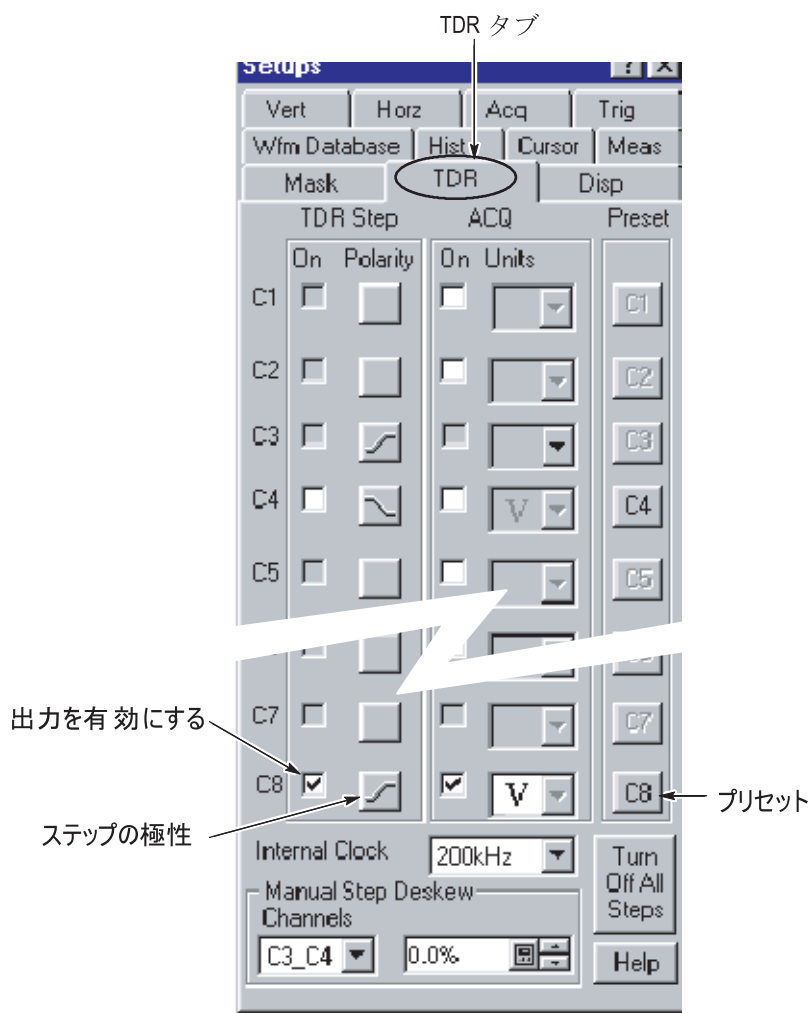

図 16 : TDR パラメータの設定
4. チャンネル 8 のサンプリング・ヘッドを TDR モードに設定します。SETUP DIALOGS (セットアップ・ダイアログ) ボタンを押し、TDR (TDR) タブを選択します。図 16 を参照してください。